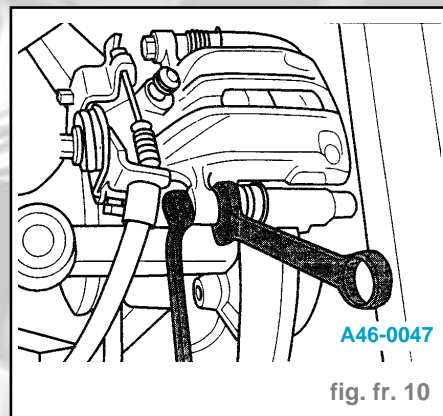

fig. fr. 10
- Dévisser les vis de fixation du boîtier d'étrier de frein (fig. fr. 10).